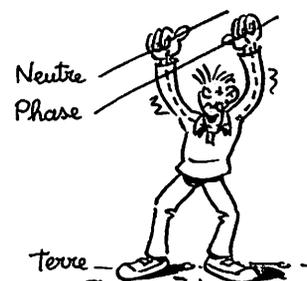

Fig. 4 : Contact direct phase-neutre.
- électrisation par contact direct phase neutre (fig. 4) ;